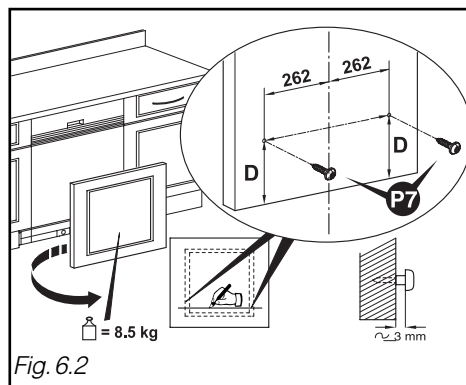

Fig. 6.2
- Calculez la cote $D = A - B$, tracez un trait à la cote **D** à l'arrière du panneau, en partie basse. (Fig. 6.2)
- Positionnez les deux emplacements de vis à 262 mm de l'axe du panneau bois. Mettre les 2 vis **P7**. (Fig. 6.2)